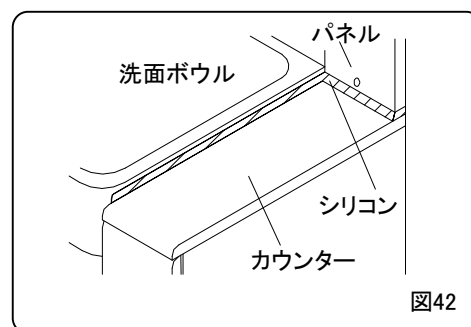

図42
- キャビネットのカウンターとパネル又は壁面及び洗面ボウルとのスキ間を、シリコンでコーキングしてください。(図42)